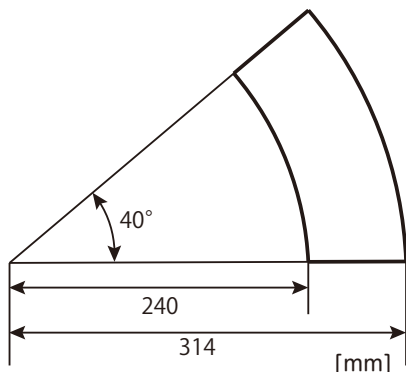

図6 紙コップAの中に挿入する黒紙を作る型紙2
この黒紙を作るための型紙です (図6)。
2) 型紙2 (図6) を使